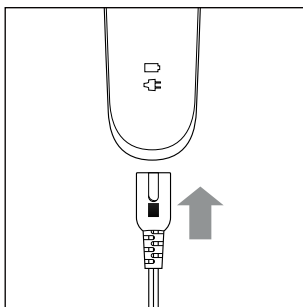

Abb. 1
- 2) Verbinden Sie den Hohlstecker  9 des Netzadapters  8 mit dem Gerät (siehe Abb. 1).
- 2) Verbinden Sie den Hohlstecker **9** des Netzadapters **8** mit dem Gerät (siehe Abb. 1).